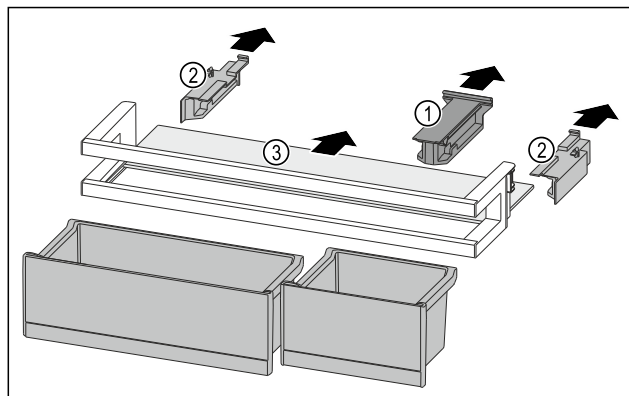

Fig. 236
- ▶ Držák Fig. 236 (1) stáhněte.
- ▶ Boční díly Fig. 236 (2) stáhněte.
- ▶ Odkládací plochu Fig. 236 (3) odeberte.